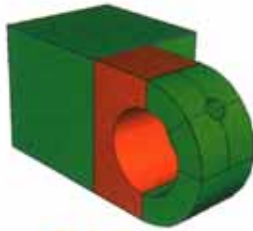

图3-3-27
4. 采用Define cutting plane将hinge-hole分成如图3-3-27的数个部分(用3 Points)。